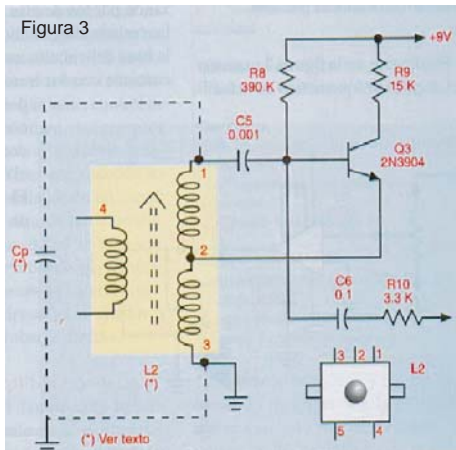

Figura 3
En la figura 3 se muestra el diagrama esquemático del oscilador de referencia, este es un oscilador Hartley, el cual utiliza un transformador sintonizado a 455KHz (L2) como red determinadora de frecuencia. Este transformador es del mismo tipo de los utilizados en la primera etapa de Frecuencia Intermedia (FI) de